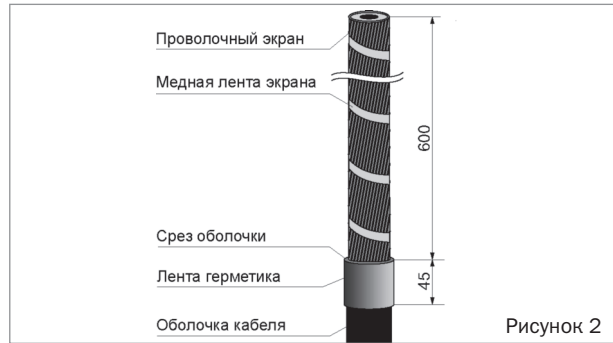

Рисунок 2
- Обезжирить оболочку кабеля на расстоянии 100 мм от среза салфеткой, смоченной в бензине (растворителе). На оболочке кабеля лентой герметика выполнить намотку из 1–2 витков на расстоянии 45 мм от среза (рисунок 2).